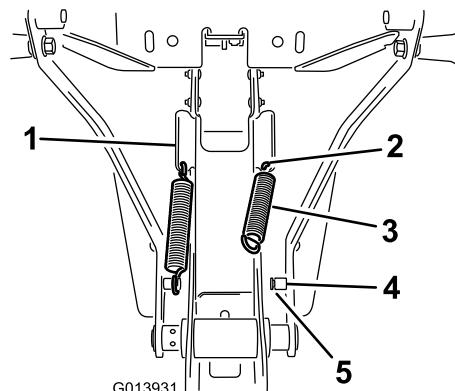

Figura 18
- Montate la molla nel foro situato all'estremità inferiore della linguetta angolata sulla parte laterale del gruppo telaio (Figura 18).
- Aggiacciate un'estremità della molla al foro e l'altra estremità al supporto della molla (Figura 18).
- Accertate che l'estremità della molla sia posizionata correttamente nella scanalatura del supporto (Figura 18).